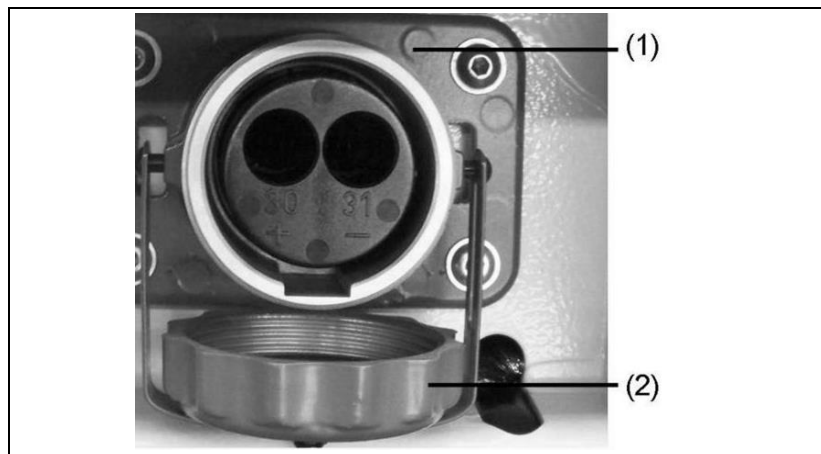

Fig. 5-6: Raccorder le dispositif de démarrage externe
1. Dévissez le cache (Fig. 5-6-(2)) de la prise de démarrage externe (Fig. 5-6-(1)).